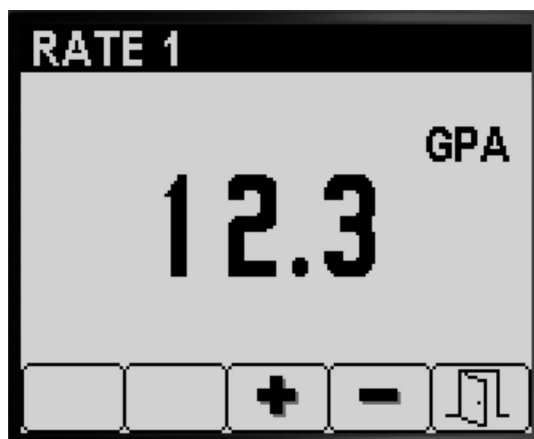

Figura 7
3. Premete i pulsanti 3 o 4 per aumentare o diminuire il volume di irrorazione (Figura 7).